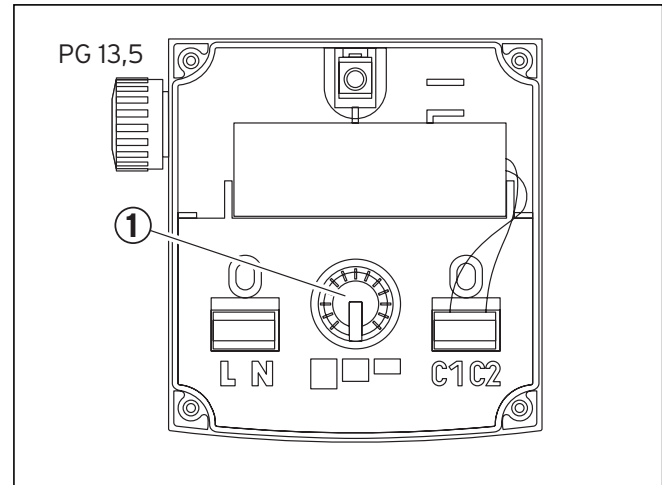

Fig. 8.2 N.º art.: 309 441, 309 442 y 00 2001 6930
- Modelos EM: Ajustar el número de revoluciones de deseado en el interruptor giratorio de tres niveles (fig. 8.2 y 8.3, pos. 1) de la caja de bornes.